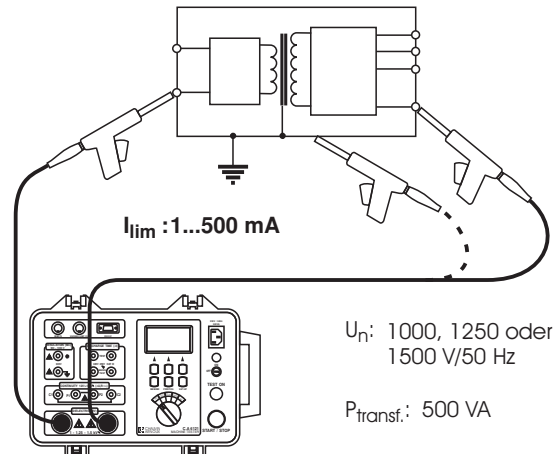

Abb. 8 - Anschluß der Prüfpistolen
3. Prüfpistolen wie in der folgenden Abb. gezeigt an den Prüfling anschließen (Abb. 8)